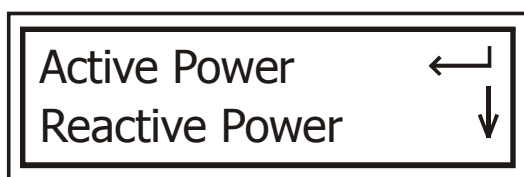

Рис. 26
2. Нажмите кнопку . На дисплее появится экран настройки режима отображения мощности (рис. 26):